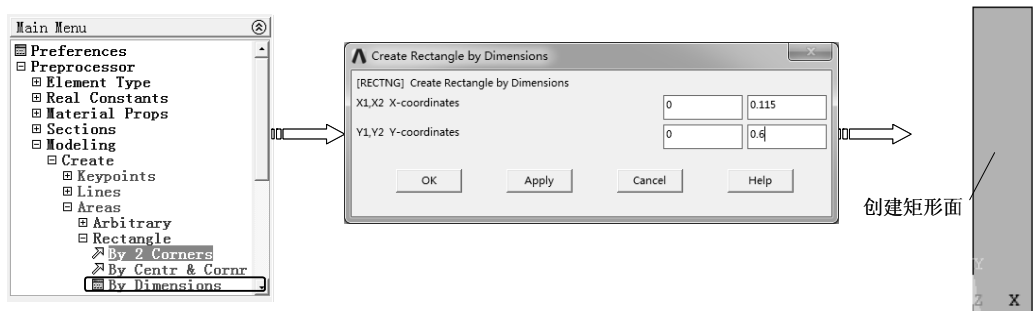

图 8-26 几何尺寸创建矩形面
1) 选择“Main Menu>Preprocessor>Modeling>Create>Areas>Rectangle>By Dimensions”命令，弹出“Create Rectangle by Dimensions”对话框，输入顶点坐标（0，0）、（0.115，0.6），创建矩形面，如图 8-26 所示。